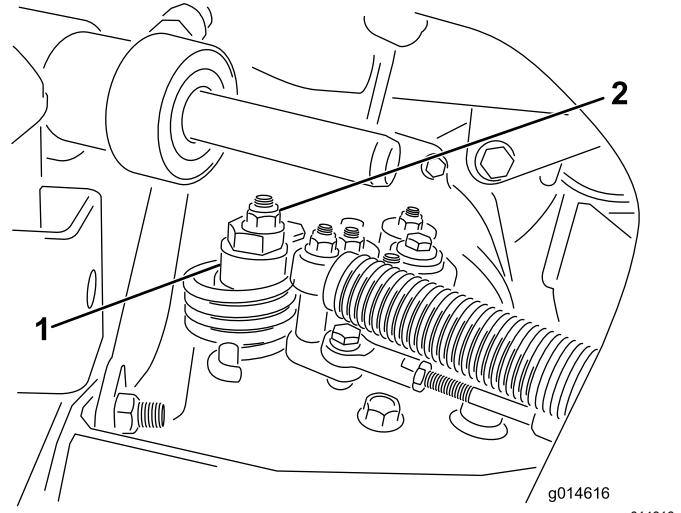

Figura 49
- A. Allentate il dado che fissa l'eccentrico alla parte superiore dell'igrostat (Figura 49).
- C. Fate girare l'eccentrico finché non riscontrate movimenti in alcuna direzione. Quando la ruota cessa di girare, serrate il dado di bloccaggio dell'eccentrico per mantenere la messa a punto (Figura 49). Verificate la regolazione portando l'acceleratore in posizione Lento e Veloce.